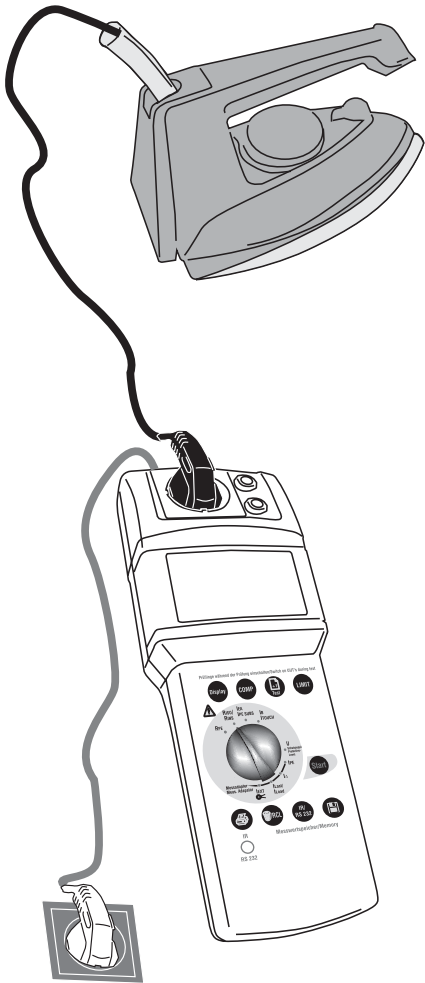

Bild 6.5: Messung des Isolationswiderstandes bei Geräten der Schutzklasse I
- 1) Schließen Sie den BEHA-AMPROBE TELARIS 0701/0702 mit dem Netzanschlusstecker (1) an eine funktionsfähige und ordnungsgemäß angeschlossene Schutzkontakt-Netzsteckdose an.
- 2) Stellen Sie den Drehschalter 'Messfunktion' (15) auf die Schalterstellung "RISO".
- 3) Stellen Sie mittels der Taste LIMIT (7) den Grenzwert für den Isolationswiderstand ein, Grenzwerte siehe Tabelle 1.
- 4) Stecken Sie den Netzstecker des Prüflings in die Prüfsteckdose (3), siehe Bild 6.5.
- 6) Drücken Sie die Taste „Start“ (9). Das blinkende Symbol für die Messeinheit im Display signalisiert den aktuellen Messvorgang.
- 7) Lesen Sie den Messwert von der LC-Anzeige (6) ab. Das Symbol 'LIMIT' (21) zeigt bei eingeschalteter Grenzwertanzeige eine Unterschreitung des Grenzwertes an.
- ☞ Bei Geräten der Schutzklasse II oder III und berührbare leitfähige Teilen von Geräten der Schutzklasse I, die nicht mit dem Schutzleiter verbunden sind, verbinden Sie zusätzlich die Buchse 'PE' (5) mit allen berührbaren leitfähigen Gehäuseteilen des Prüflings
- ☞ Die Messergebnisse können durch Drücken der Taste  (10) abgespeichert werden.